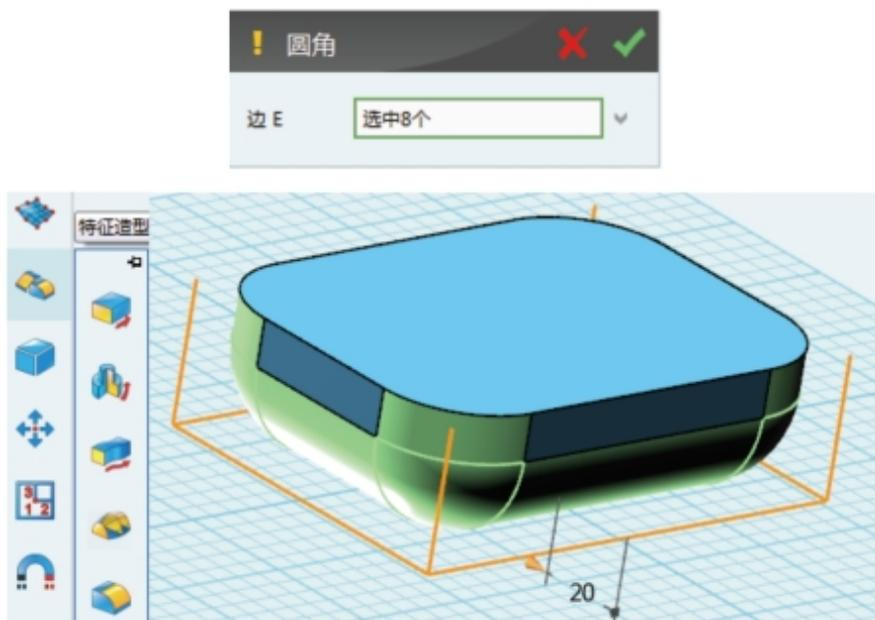

图7-4-3 圆角
②单击“特征造型”→“圆角”，给香皂盒倒R20的圆角，如图7-4-3所示。